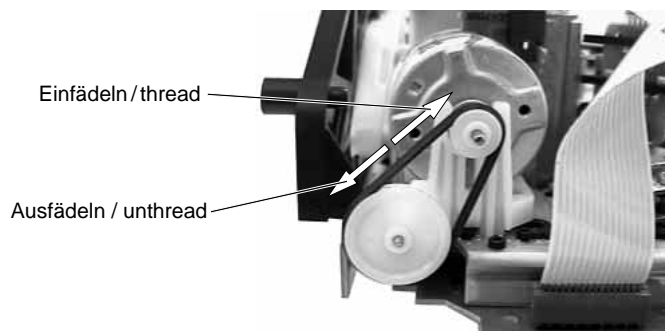
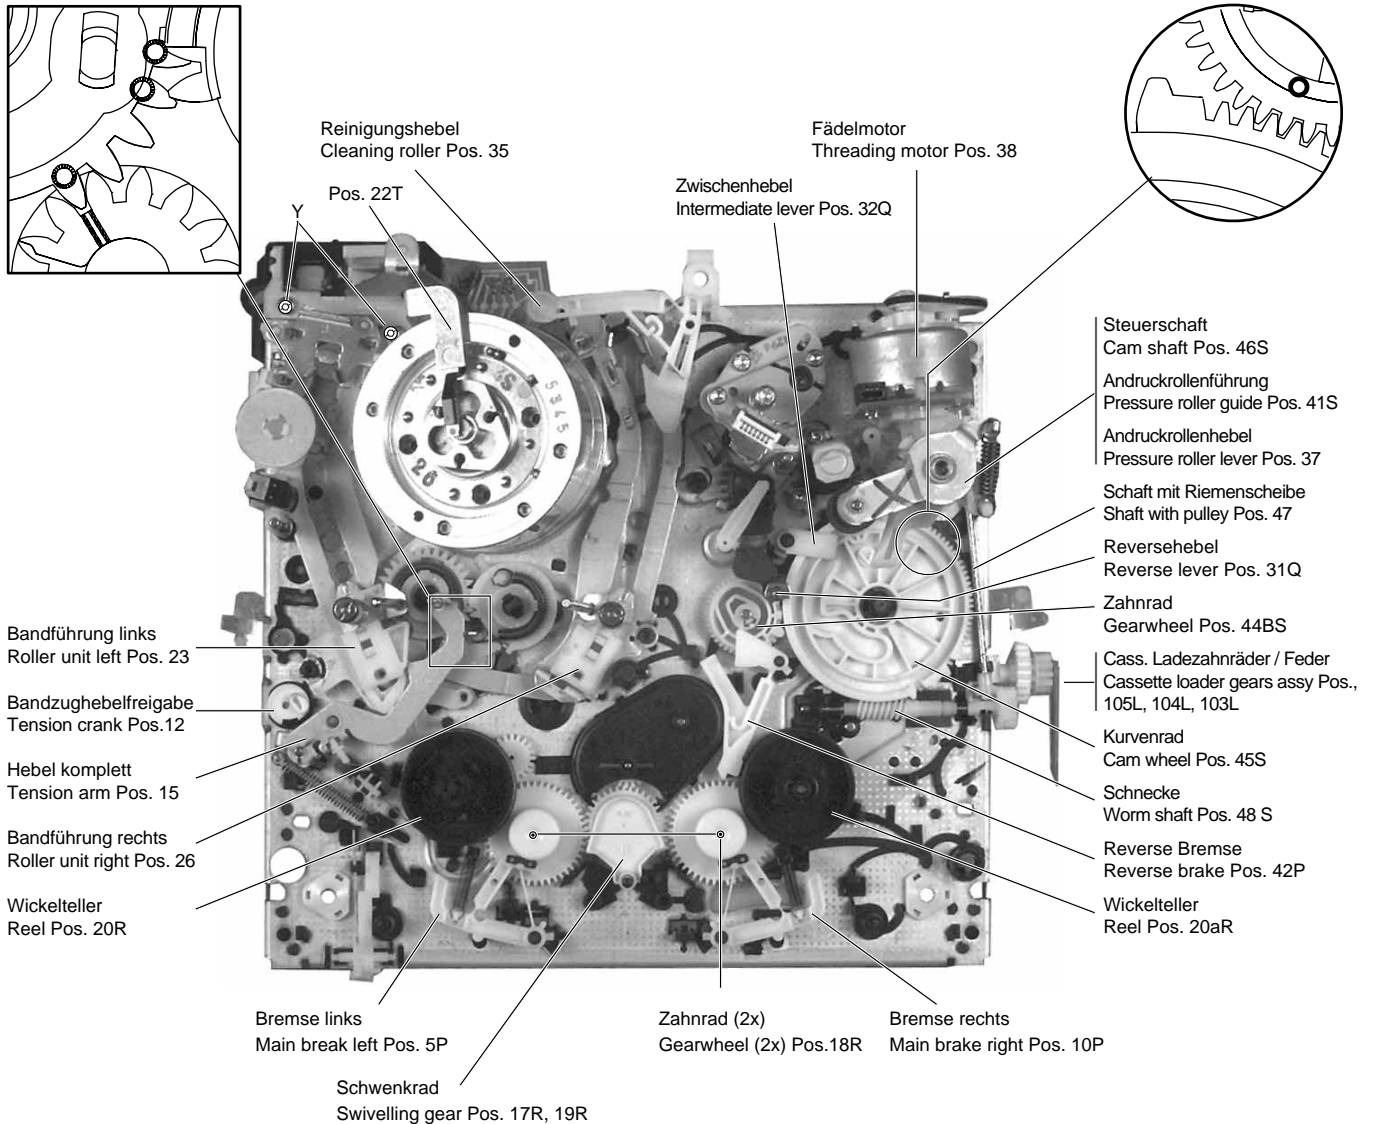
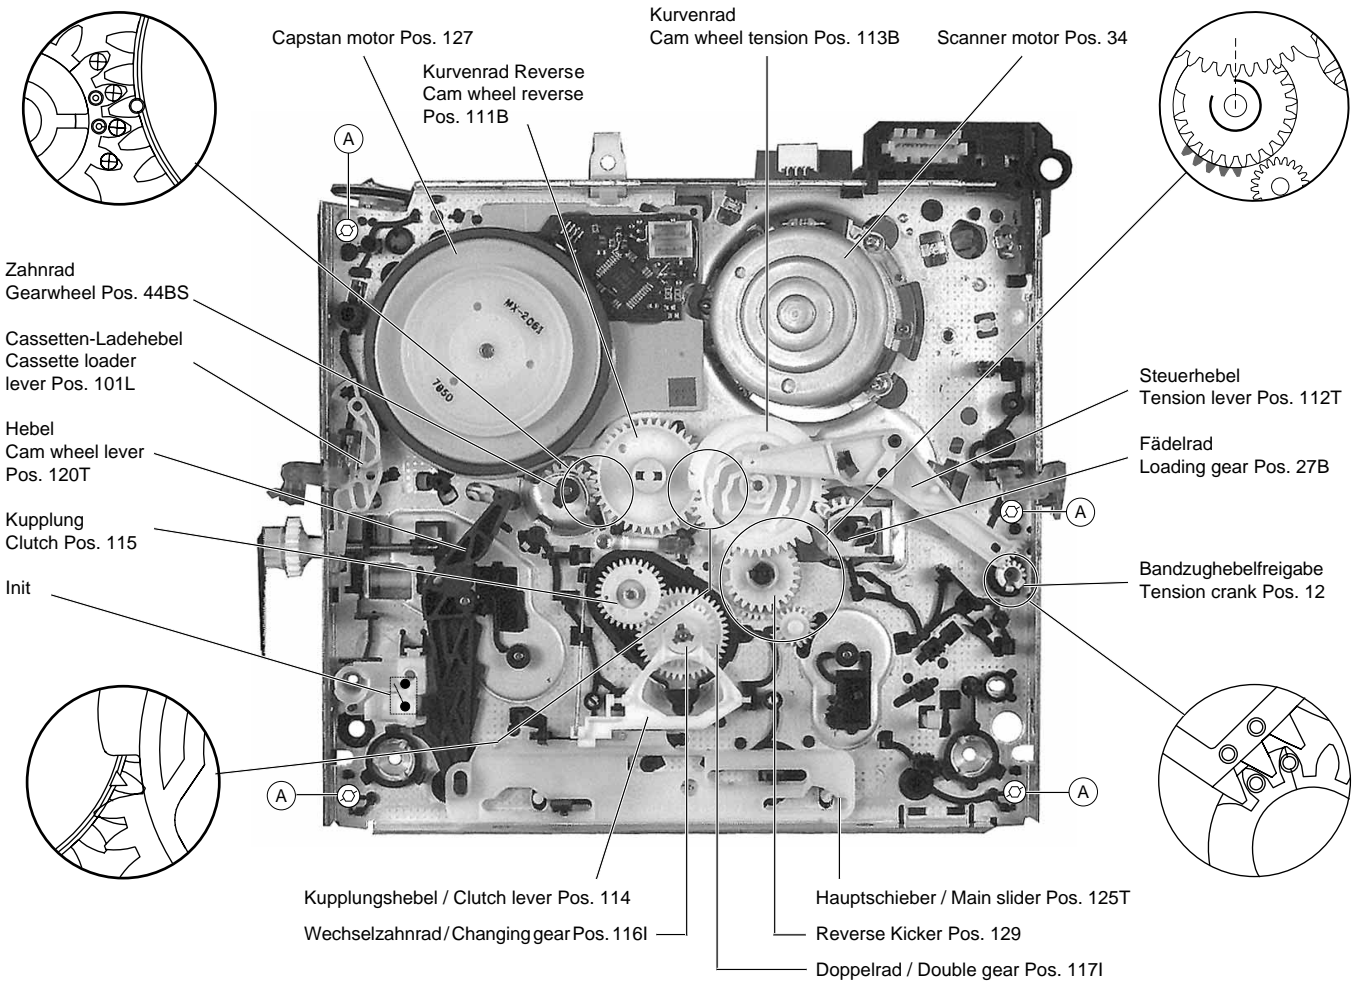
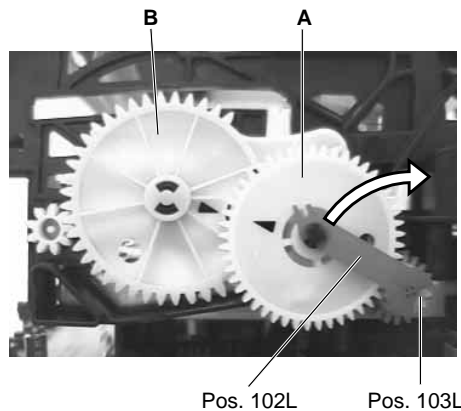

Fig. 3
Fig. 4
Fig. 5
Fig. 6
- Fädelmotor drehen (Fig. 3), bis der Cassettenschacht abgesenkt ist.
Wenn nach dem Drücken der Eject-Taste das Laufwerk nicht ausfädelt und die Cassette auswirft, kann dies auch von Hand durchgeführt werden. Dazu ist das Antriebsrad des Fädelmotors zu drehen (Fig. 3). Um Bandschlaufen zu vermeiden, muß wechselweise auch der Capstanmotor (Pos. 127, Fig. 5) entgegen dem Uhrzeigersinn bewegt werden, bis das Band komplett in der Cassette aufgewickelt ist.
- Turn the threading motor (Fig. 3) until the cassette compartment is down.
If the tape deck does not unthread and eject the cassette by pressing the Eject button this function can also be effected manually by turning the driving gear at the threading motor (Fig 3). To avoid slackening of the tape, turn the capstan motor (counterclockwise, Pos. 127, Fig. 5) and the driving gear alternately until the tape is completely wound up in the cassette.
Nachfolgend sind die markierten und gerichtet einzubauenden Teile der Ober- und Unterseite im Detail dargestellt (Fig. 4, Fig. 5).
- Antriebsrad des Fädelmotors in Drehrichtung "Einfädeln" (Fig. 3) so weit drehen, bis das Zahnrad (Pos. 103L, Fig. 6) entriegelt ist.
- Klammer (Pos. 102L) von der Achse des Zahnrades "A" lösen (Fig. 6).
- 4 Befestigungsschrauben (A) (Fig. 5) des Cassettenschachtes an der Unterseite entfernen.
The following diagrams show in detail the marked components and their correctly aligned position on the top and bottom side (Fig. 4, Fig. 5).
- Turn the driving gear of the threading motor in the "threading" direction (Fig. 3) until the gearwheel (Pos. 103L, Fig. 6) disengages.
- Release the bracket (Pos. 102L) from the shaft of gearwheel "A" (Fig. 6).
- Unscrew the 4 screws (A) (Fig. 5) on the underside of the cassette compartment.
- Cassettenschacht abgesenkt und Zahnrad "A" (Fig. 6) eingerastet.
- Hinweis:** Bei Cassettenliftzahnradern (A und B, Fig. 6) mit Markierungspfeilen müssen die Pfeile zueinander zeigen.
- Cassettenschacht mit den 4 Schrauben (A) (Fig. 5) unten befestigen.
- Klammer (Pos. 102L) auf der Achse des Zahnrades "A" einrasten (Fig. 6).
- Cassette compartment down, gearwheel "A" (Fig. 6) engaged.
- Note:** For video recorders which are fitted with cassette lift gear wheels (A and B, Fig. 6) marked with arrows, the arrows must show towards each other.
- Fasten the cassette compartment with the 4 screws (A) (Fig. 5) at the bottom.
- Place the bracket (Pos. 102L) onto the shaft of gearwheel "A" and lock it in (Fig. 6).
- 2 Schrauben Y (Fig. 4) herausdrehen, Haltewinkel (Pos. 22T, Fig. 4) und Kopfverstärker abnehmen.
- Undo 2 screws Y (Fig. 4), remove the bracket (Pos. 22T, Fig. 4) and the head amplifier.